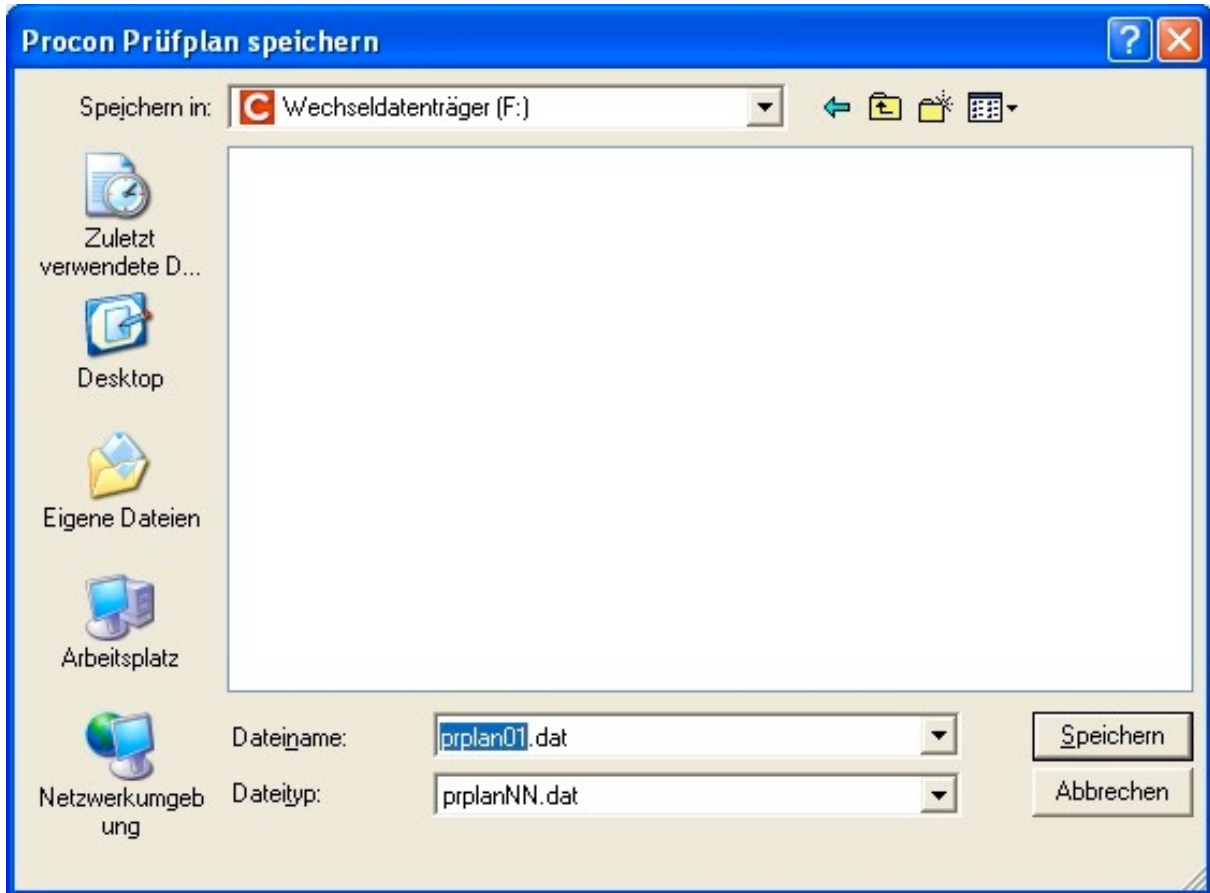

Abb. 14
Wählen Sie als Speicherort den USB-Stick aus, auf dem der Prüfplan gespeichert werden soll (s. Abb. 14). Die Nummer (NN) des Dateinamens kann verändert werden. Format (.dat) und Dateityp (prplanNN.dat) müssen beibehalten werden.